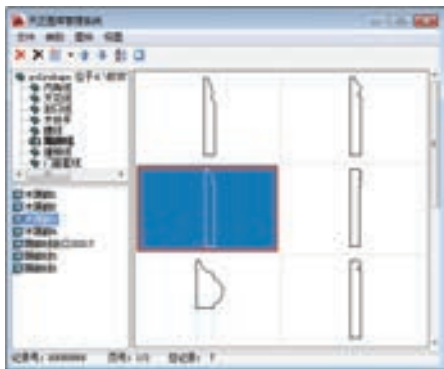

图 7-32 “天正图库管理系统”窗口
3) 在对话框中的“截面选择”选项组中单击选择“取自截面库”单选按钮，并单击其右侧的按钮；此时打开“天正图库管理系统”窗口，在其中选择踢脚线的截面图形，结果如图7-32所示。